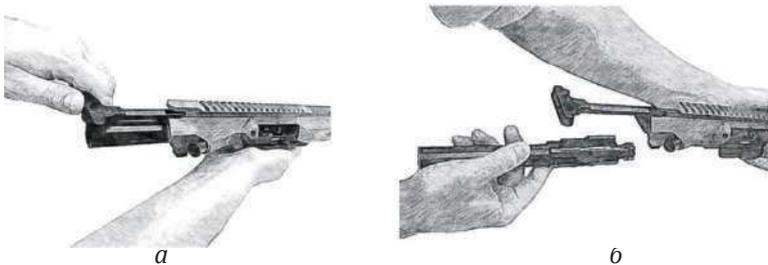
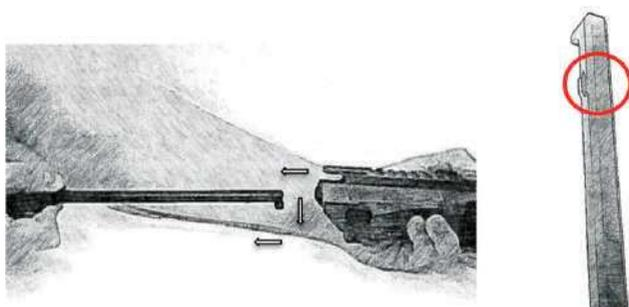

Рис. 14. Від'єднання затворної рами із затвором у зборі
Рис. 15. Від'єднання важеля перезарядження
3. Від'єднати затворну раму із затвором у зборі, для чого, тримаючи верхню раму однією рукою, другою взятись за важіль перезаряджання і відтягнути його назад (рис. 14а). Витягнути затворну раму в зборі із затвором (рис. 14б), після чого витягнути важіль перезаряджання, вивівши його із направляючих пазів (рис. 15).